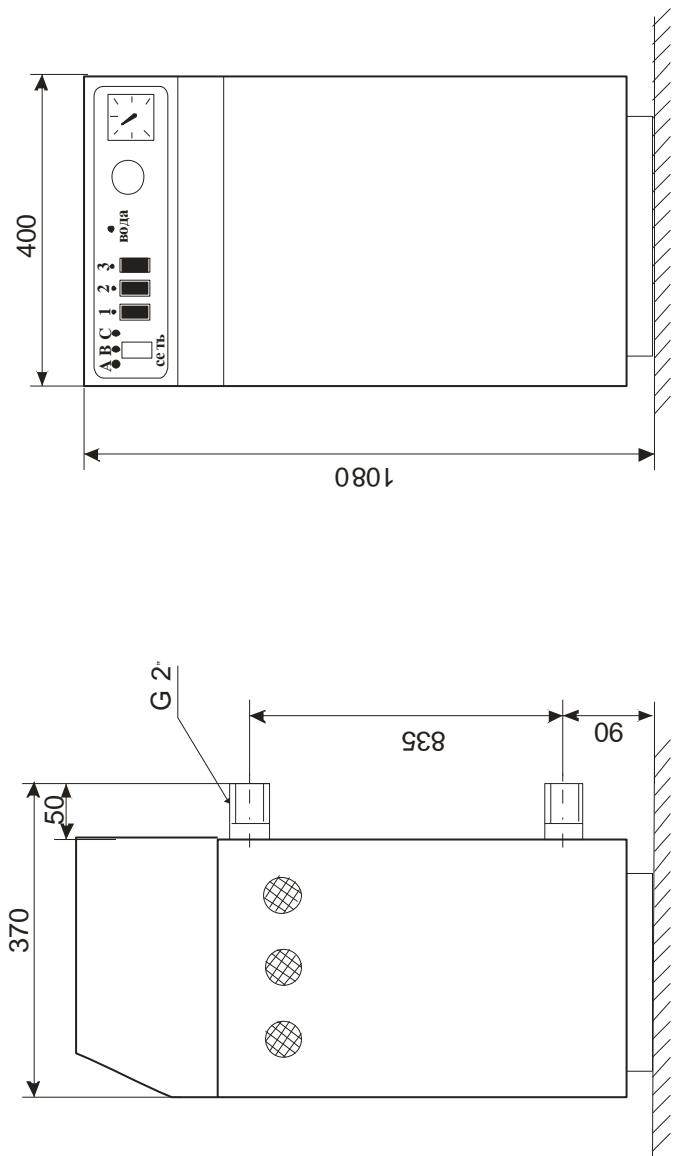

Рис.1. Апарат електричний водогрійний КЕО-45-60/380-Б
5.1 КЕО є конструкцією, що складається з окремих вузлів, розміщених в сталевому корпусі форми паралелепіпеда (див. рис.1). Корпус є несучою конструкцією, сприймаючи навантаження, які виникають при експлуатації і транспортуванні.